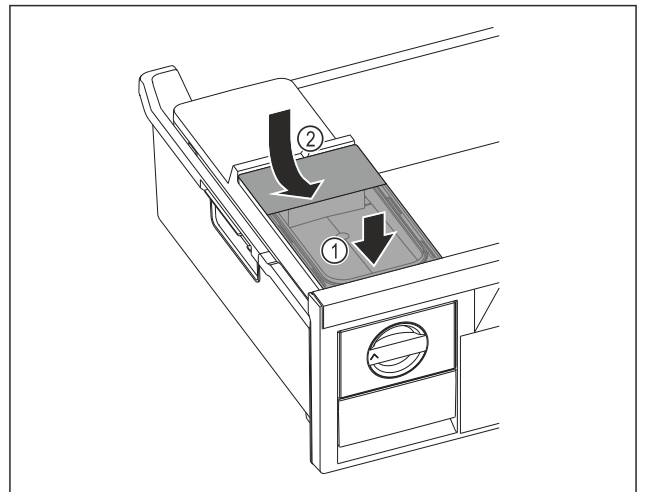

Fig. 77
- ▶ Colocar el depósito de agua por delante Fig. 77 (1)
- ▶ Bajar el depósito de agua por detrás Fig. 77 (2)